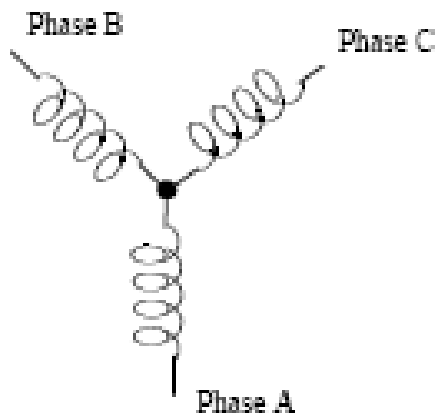

Figure D.1: Three-Phase Wye Winding
■ La conexión de la estrella es supuesta porque cuando usted mira las relaciones de la fase y las relaciones de la bobina entre las fases que parece una estrella (y). Fig. D.1 representa las relaciones de la bobina para un servicio estrella-conectado. En un servicio de la estrella el hilo neutro (o el punto de centro de la estrella) se pone a tierra típicamente. Esto conduce a los voltajes comunes de 208/120 y 480/277 (donde el primer número representa el voltaje Fase-a-Fase y el segundo número representa el voltaje de la fase-a-tierra).
■ Un servicio estrella-conectado tendrá generalmente cuatro alambres; tres alambres para las fases y la que está para el hilo neutro. Los alambres trifásicos conectan con las tres fases (según lo demostrado en Fig. D.1). El alambre neutro se ata típicamente al punto de tierra o de centro de la estrella (refiera a la figura D.1).